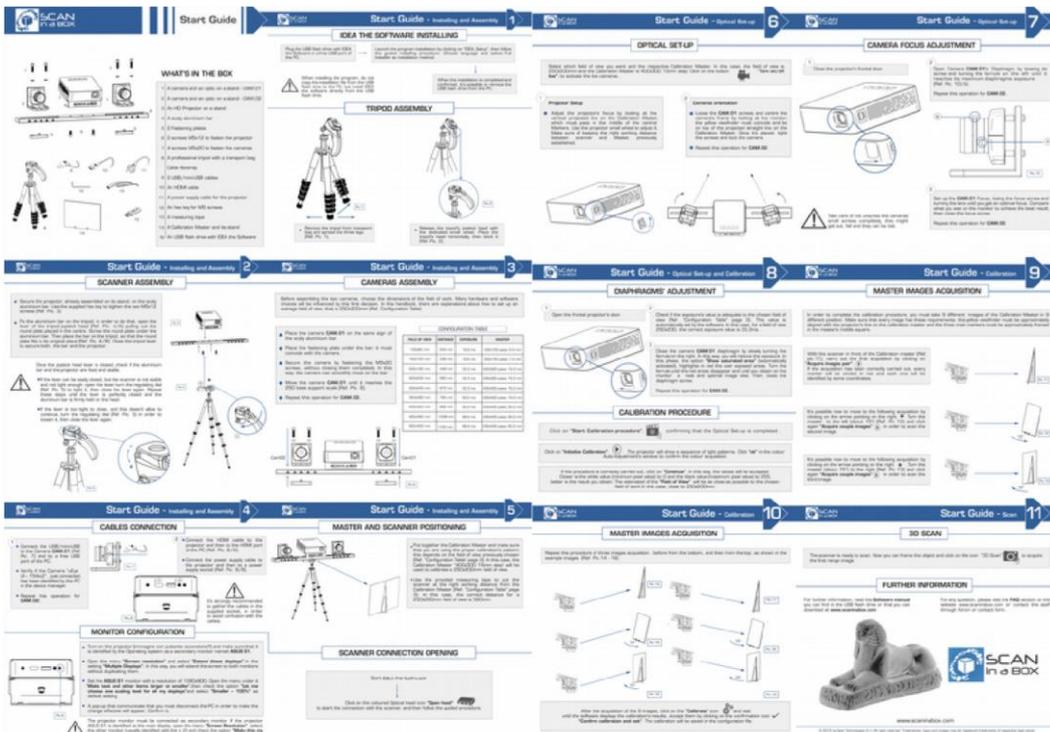

Рисунок 5: общий вид «Краткого руководства по быстрому запуску», входящего в комплект упаковки.
**СОВЕТ:** Надлежащая оптическая настройка и правильная калибровка позволяют получить качественную 3D-модель. Процедуры данной настройки должны выполняться при первом использовании 3D-сканера, а затем - только при изменении направления работы, как описано в Кратком руководстве по началу работы (см. Рис. 5). Настоятельно рекомендуется пошагово следовать «Краткому руководству по быстрому запуску».